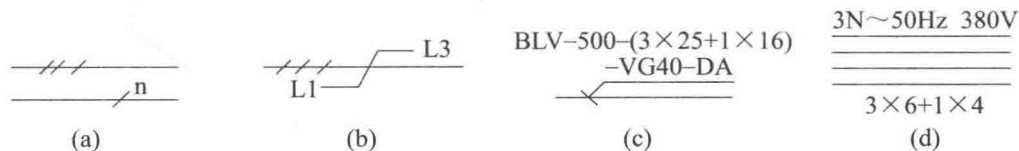

图 1-16 导线表示方法
单根导线可用一般的图线表示。多根导线,可分别画出,也可只画一根图线,但必须加以标志。若导线少于四根,可用短画线数量代表根数;若导线多于四根,可在短画线旁加数字表示,如图 1-16(a) 所示。
要表示电路相序的变换、极性的反向、导线的交换等,可采用交换号表示,如图 1-16(b) 所示。
要表示导线的型号、截面、安装方法等,可采用短画指引线指引,加标导线属性和敷设方法,如图 1-16(c) 所示。该图表示导线的型号为 BLV (铝芯塑料绝缘线);其中 3 根截面积为 25mm^2 , 1 根截面积为 16mm^2 ;敷设方法为穿入塑料管 (VG), 塑料管管径为 40mm, 沿地板暗敷。